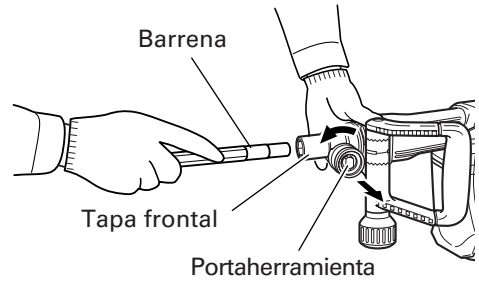

Fig. 2
- (1) Limpiar y luego untar grasa (accesorio opcional) sobre la espiga de la herramienta.
- (2) Tirar del sostén en la dirección de la flecha (A) y rotar en la dirección de la flecha (B) (la izquierda). Insertar planamente la barrena de herramienta en el orificio hexagonal de la cubierta delantera. (Fig. 2)